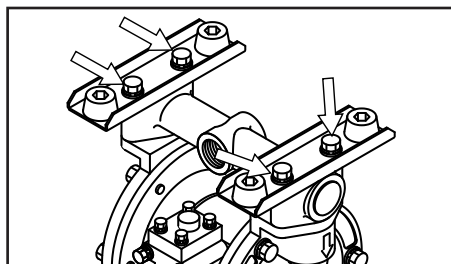

Figure 13
- Enlevez les 4 boulons de fixation du collecteur d'aspiration et déposez ce dernier ainsi que le support. (voir figure 13).